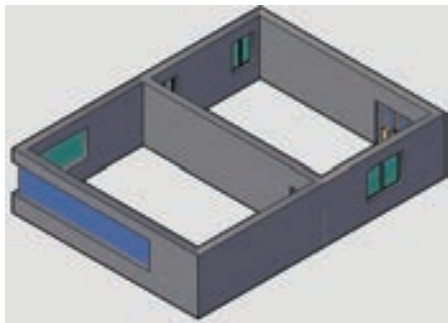

图 5-22 三维效果
5) 将当前视图转换为“西南等轴测视图”, 查看带形窗的三维效果, 如图 5-22 所示。